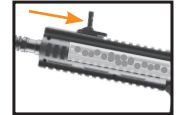

ilustración 9
- Deslice la mira frontal hacia atrás exponiendo la reserva de BB's (**ilustración 9**).
- Inserte hasta 300 BB's en la reserva de BB's (**ilustración 9**).